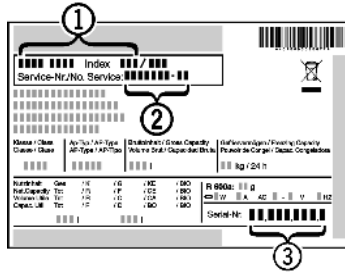

Fig. 10
- ▶ Назва пристрою Fig. 10 (1), сервісний номер Fig. 10 (2) та серійний номер Fig. 10 (3) вказані на таблиці типів. Табличка типів знаходиться всередині пристрою, зліва.
- ▶ Повідомте сервісну службу про характер неполадки, назву пристрою Fig. 10 (1), сервісний номер Fig. 10 (2) та серійний номер Fig. 10 (3).